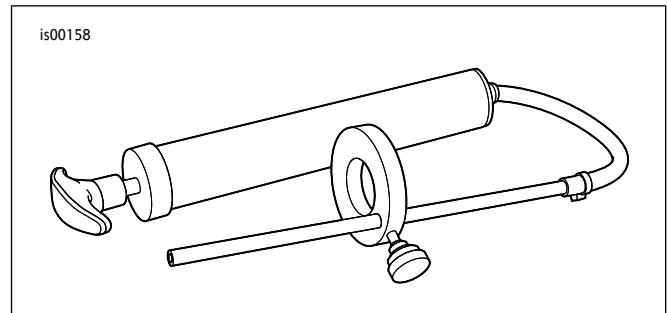

图2。Front Fork Oil Level Gauge(前叉油位量表)(HD-59000B)
- 参见图2。取出FRONT FORK OIL LEVEL GAUGE(前叉油位量表)(零件编号HD-59000B)。